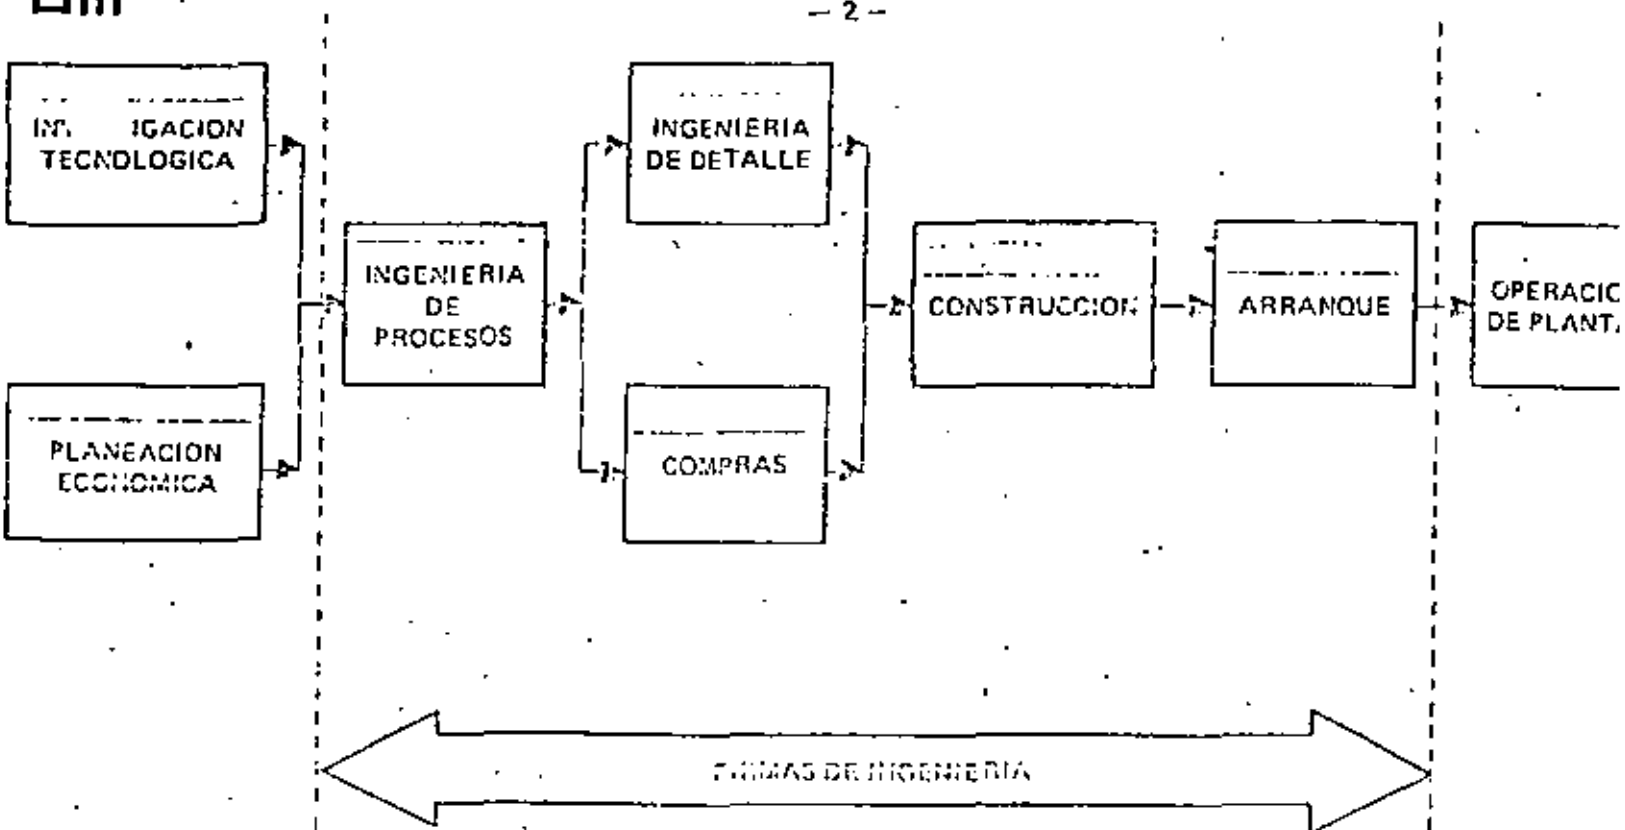

Fig. 2 SERVICIOS QUE PRESTAN LAS FIRMAS DE INGENIERIA.
2.0 LA INGENIERIA DE PROYECTOS (Fig.2).